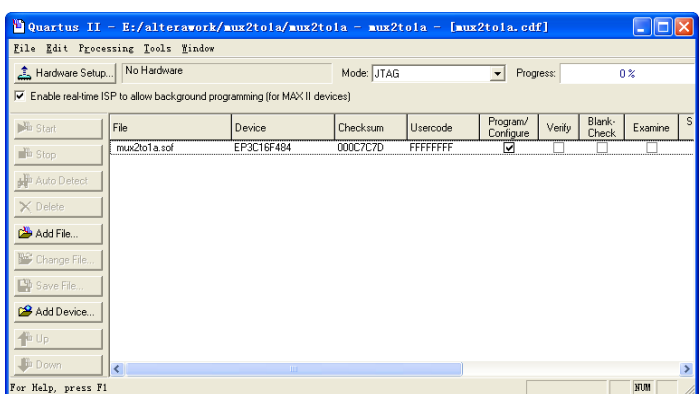
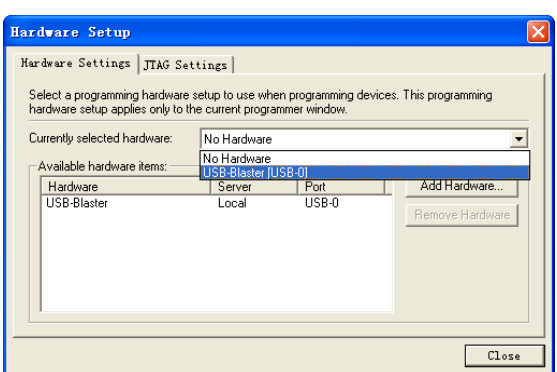

图37 编程器对话框
图38 硬件设置对话框
执行【Tools/Programmer】或点击工具栏图标，弹出如图37所示的编程器对话框。
如图38所示在弹出菜单中双击选择USB-Blaster，选择完成后单击【Close】按钮。
(3) 采用DE0板上的FPGA器件作为目标器件，将目标文件(*.sof)写入到FPGA器件的步骤：
- c. 运行Quartus II软件，执行【Tools/Programmer】或点击工具栏图标，弹出如图37所示的编程器对话框。执行—Edit\Hardware Setup\菜单命令或点击工具栏按钮，弹出如图38所示的硬件设置对话框。在—Currently selected hardware:下拉选项中，选取—USB-Blaster [USB-0]选项。